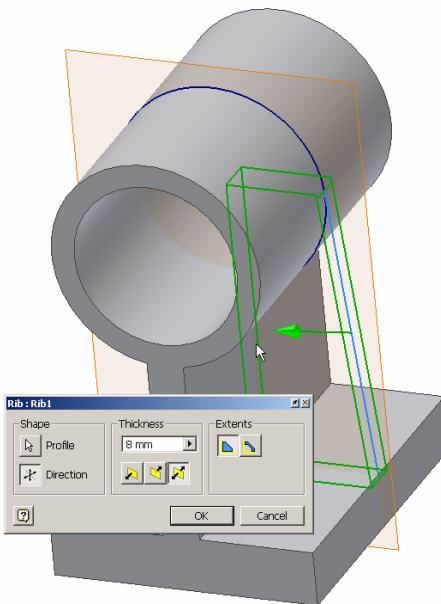

Figura 2.11.8.
În panelul **Part Features** se punctează comanda **Rib**, în fereastra **Rib** vor fi specificate opțiunile operației, figura 2.11.8:
- se punctează icoana **Direction** și se indică direcția de nervurare spre interiorul modelului; nervura va fi previzualizată, ca în figura 2.11.8, și se confirmă direcția prin click stânga mouse;